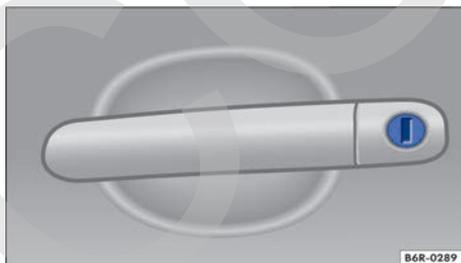

Fig. 62 Manilla de la puerta del conductor: bombín de la cerradura.
- Introduzca el paletón de la llave en el bombín de la cerradura → fig. 62 y desbloquee o bloquee el vehículo.